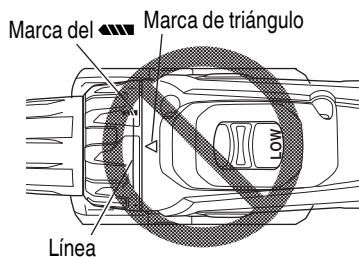

Fig. 12
- Evite usar la unidad con el número del dial del embrague entre "22" y la línea provista en el medio de la marca del taladro "▲". Si lo hiciese, se podrían producir daños (Consulte la Fig. 12).